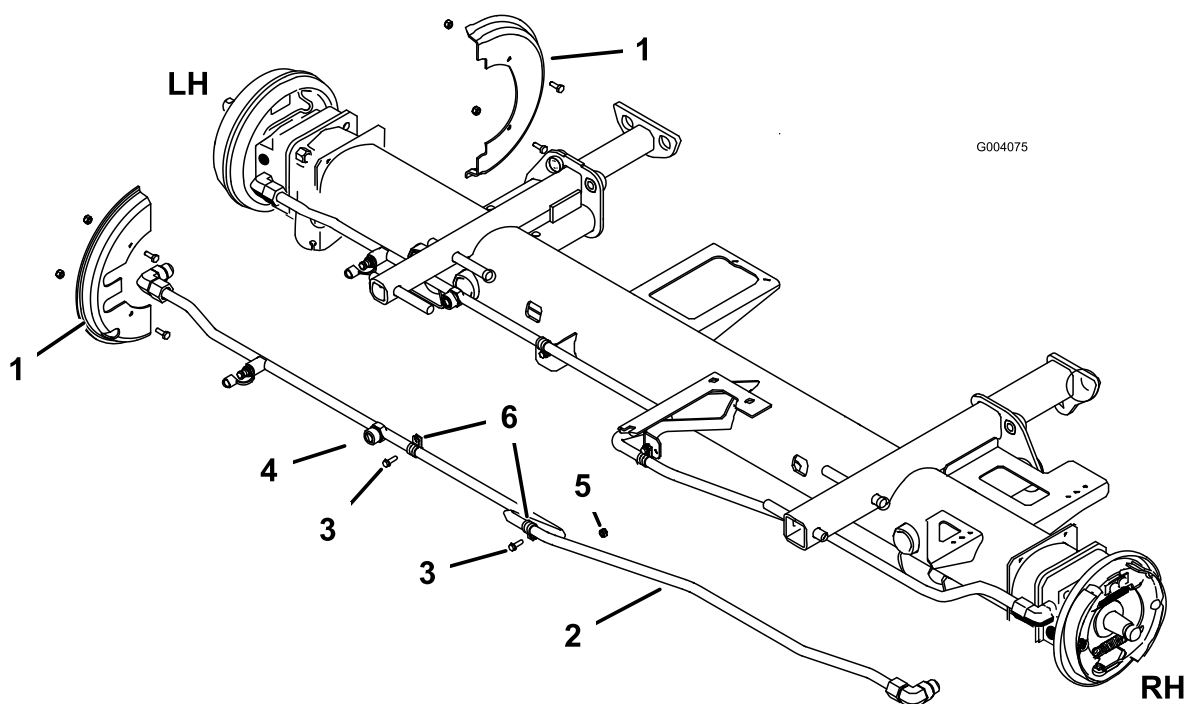

Figura 10
3. Retire os parafusos e as porcas que fixam os resguardos da roda às flanges do eixo frontal (Figura 10).
4. Desligue o tubo hidráulico do encaixe superior no motor da roda frontal esquerdo e o encaixe inferior no motor da roda frontal direito (Figura 10).
5. Remova os grampos em R fixando o tubo à estrutura (Figura 10) e as braçadeiras fixando os cabos do travão aos tubos hidráulicos.
6. Desligue a mangueira esquerda da bomba variável e do tubo hidráulico (Figura 10). Remova também o encaixe de 45 graus do fundo da bomba variável (Figura 10).
6. Instale os resguardos da roda às flanges do eixo frontal com os parafusos e porcas previamente removidos (Figura 10).